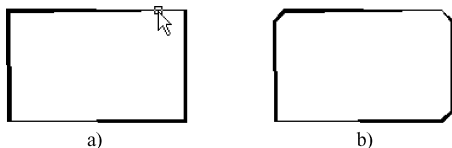

图 5-95 斜线连接多段线
(1) 多段线 (P): 对多段线的各个交叉点倒斜角。为了得到最好的连接效果, 一般设置斜线是相等的值, 系统根据指定的斜线距离把多段线的每个交叉点都作斜线连接, 连接的斜线成为多段线新的构成部分, 如图 5-95 所示。
(2) 距离 (D): 选择倒角的两个斜线距离。这两个斜线距离可以相同也可以不相同, 若两者均为 0, 则系统不绘制连接的斜线, 而是把两个对象延伸至相交并修剪超出的部分。
(3) 角度 (A): 选择第一条直线的斜线距离和第一条直线的倒角角度。
(4) 修剪 (T): 与圆角连接命令 “FILLET” 相同, 该选项决定连接对象后是否剪切源对象。
(5) 方式 (E): 决定采用 “距离” 方式还是 “角度” 方式来倒斜角。
(6) 多个 (M): 同时对多个对象进行倒斜角编辑。